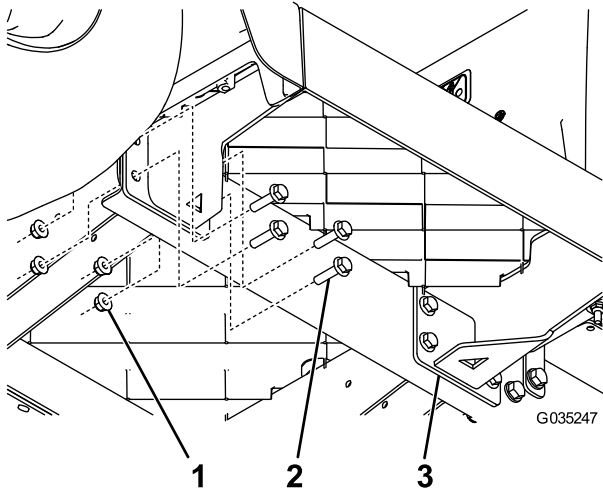

Figura 5
- Montate un nuovo supporto del pianale utilizzando 8 bulloni a testa flangiata (5/16" x 1 1/4") e 8 dadi flangiati (5/16") come illustrato nella Figura 5.
- Montate l'altro nuovo supporto del pianale utilizzando 8 bulloni a testa flangiata (5/16" x 1 1/4") e 8 dadi flangiati (5/16") come illustrato nella Figura 5.